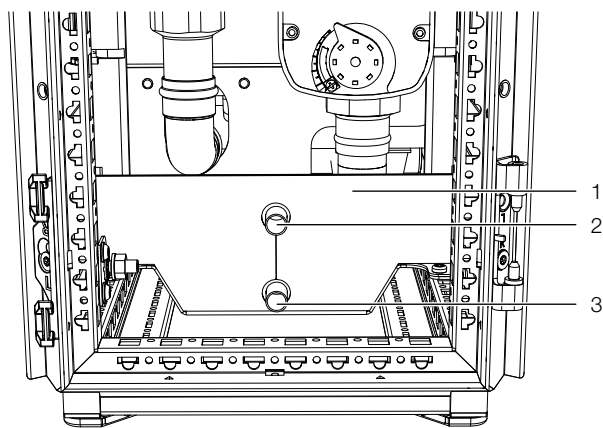

Imagen 64: Evacuación del agua de condensación
- Coloque en la salida inferior del agua de condensación (imagen 64) el adaptador de la unidad de envase.